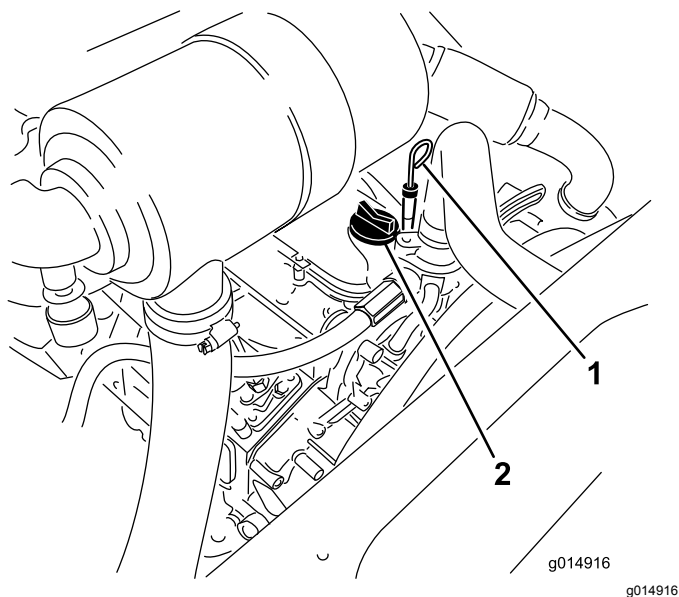

Figura 32
3. Togliete l'asta di livello, asciugatela e reinsertetela (Figura 32).
5. Se l'olio non raggiunge la tacca PIENO, togliete il tappo di riempimento (Figura 32) e aggiungete olio finché il livello non raggiunge la tacca PIENO.